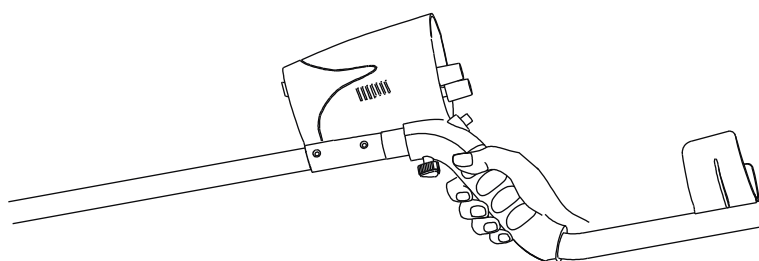

Fig. 2
2. Få de to gevindbolte i bunden af håndtaget til at flugte med knopperne under kontrolboksen og lås boksen på plads med de to spændeskruer (Fig. 2).